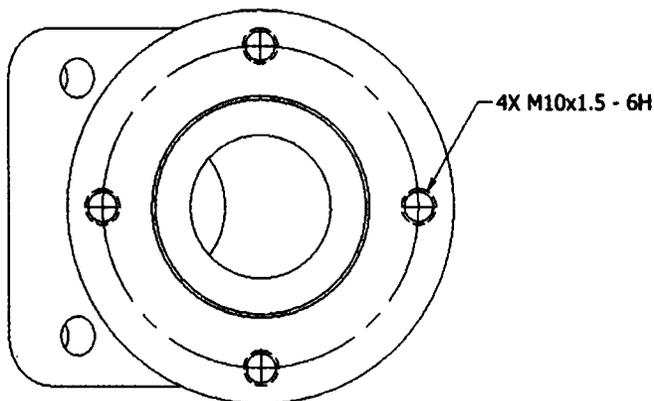

Рис. 2.30. Обозначение отверстия также может отображать количество отверстий
8. Нажмите кнопку **Количество**, чтобы добавить возможность отображения числа таких же отверстий в обозначение отверстия. Затем нажмите кнопку **ОК** (рис. 2.30).